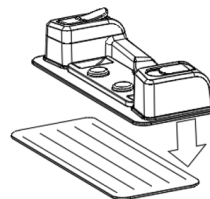

Abb. 7
3. Setzen Sie die Mopp-Textilie auf (Abb. 7).